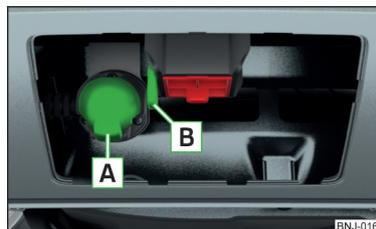

Fig. 162
- » Introducir el conector del remolque/cable en el enchufe de 13 polos **A** » fig. 162. (Si el remolque/accesorio dispone de un conector de 7 polos, usar una reducción correspondiente de los accesorios originales de ŠKODA).